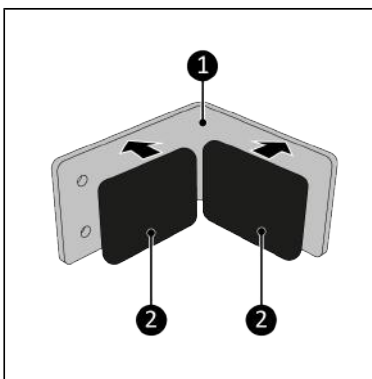

Figure 159.
4. Collez les deux mousses antidérapantes de 40 x 45 mm (Figure 159, pos. 2) à l'intérieur de la partie supérieure du support (Figure 159, pos. 1).